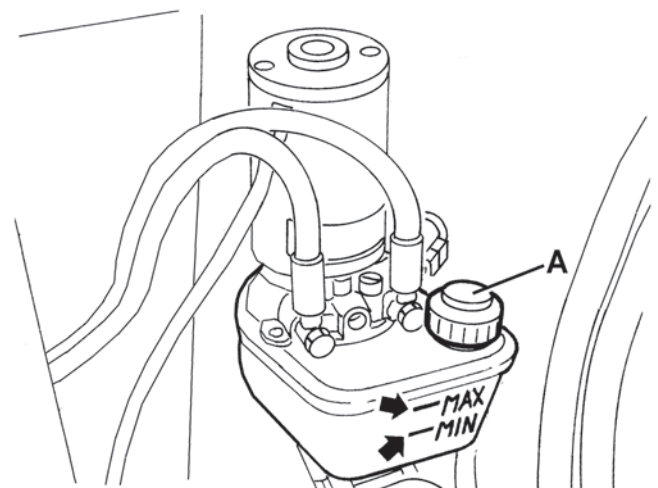

Figure 21
1. Tourner la clé de contact (61) sur « 0 » et serrer le frein de stationnement.
2. Ouvrir le coffre du logement batteries (18) avec la poignée (41) et le fixer au moyen de la tige de sécurité (52).
3. Contrôler que le niveau d'huile dans le réservoir de la centrale hydraulique (51) est compris entre les repères de niveau minimum (MIN) et maximum (MAX) indiqués dans la figure 21.
4. Si besoin est, rétablir le niveau au moyen du bouchon (A, Fig. 21) en utilisant l'huile spécifiée dans le paragraphe Caractéristiques techniques.
5. Dégager la tige de sécurité (52) et fermer le coffre (18).